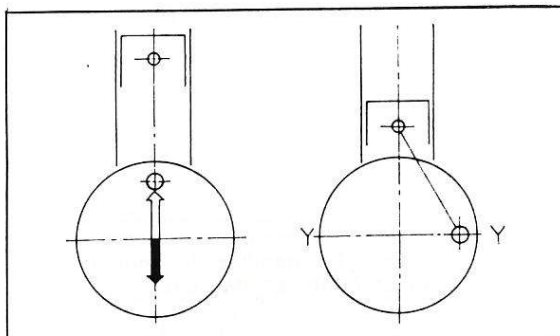

Figure 1-38 : équilibrage à 0 %
L'équilibrage "A" (%) est calculé au moyen de l'équation suivante : $A = \frac{m}{M} \times 100$, dans laquelle m est la masse en rotation (sans équilibrage) et M la masse en mouvement alternatif. La masse en rotation (m) s'obtient en soustrayant la masse en rotation du maneton et de la bielle du poids total des contrepoids. La masse en mouvement alternatif (M) se compose de la masse du piston, de son axe et de la bielle. Elle détermine l'équilibrage dans les directions X-X et Y-Y, comme le montre la figure 1-38.
Considérons d'abord le cas dans lequel la masse en rotation est parfaitement équilibrée ($m=0$). L'inertie produite dans la direction X-X par le mouvement alternatif de M agit par intermittences et provoque des vibrations du moteur. On se trouve dans les conditions de l'"équilibrage à 0 %" (figure 1-38).